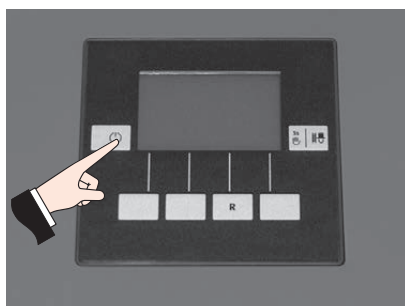

Fig. 3 Spegnere BioWIN lite
- ▶ Prima di aprire la porta di contenimento, spegnere assolutamente la caldaia con il **tasto ON/OFF** (vedere Fig. 3) e lasciarla raffreddare (nessuna visualizzazione sul display).
- ▶ Spegner la caldaia con il tasto ON/OFF su InfoWIN^{PLUS} – Fig. 3. **Non spegnere mai la caldaia dall'interruttore di emergenza!**